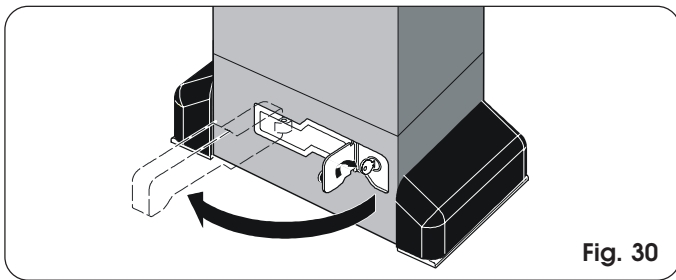

Fig. 30
- 3) Ruotare la chiave in senso orario e tirare la leva di sblocco come indicato in Fig. 30.